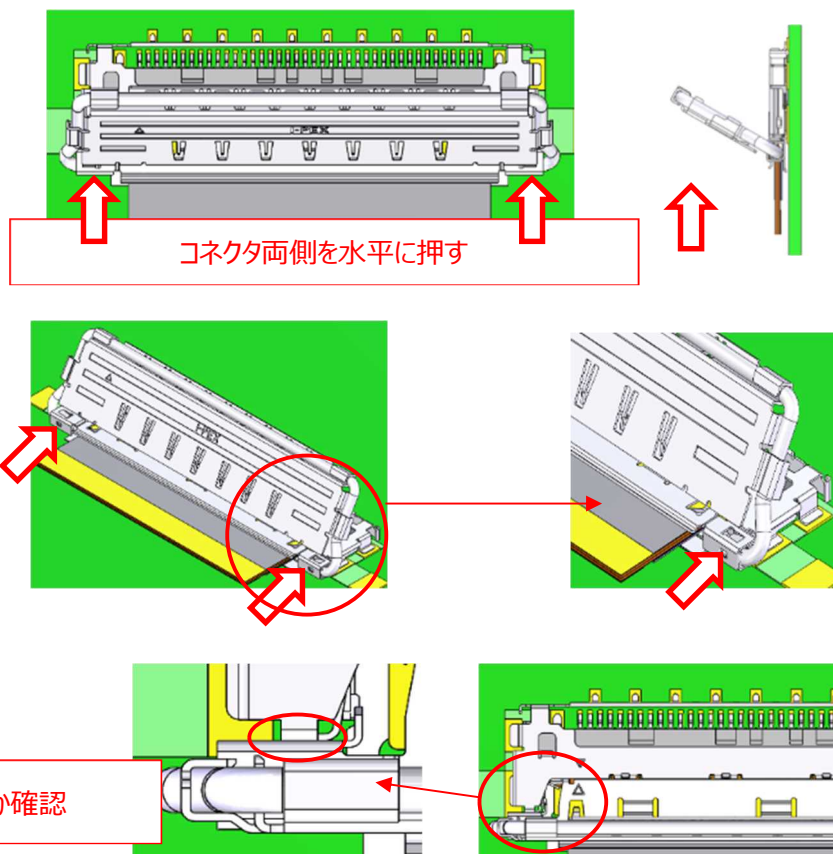

図 6
③図 6 の様に、プラグコネクタの両側を水平に押し、隙間が無いかを確認する。